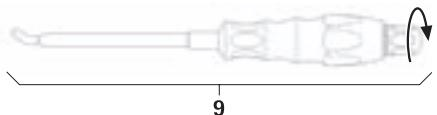

Abb. 15
- ▶ Stab-Einsetzinstrument 9 montieren, siehe Abb. 15.